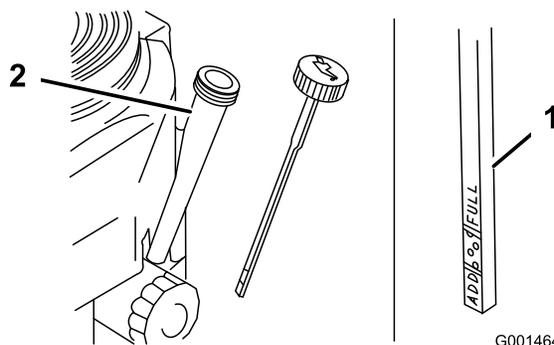

Figura 22
5. Svitare l'asta di livello dell'olio e pulitene l'estremità (Figura 22).
6. Inserite a fondo l'asta di livello nel tubo di rifornimento, senza avvitare (Figura 22).
4. Pulite attorno all'asta di livello (Figura 22) in modo che la morchia non possa penetrare nel foro di rifornimento e danneggiare il motore.
9. Versate lentamente nel tubo di rifornimento (Figura 22) l'80% circa dell'olio indicato.